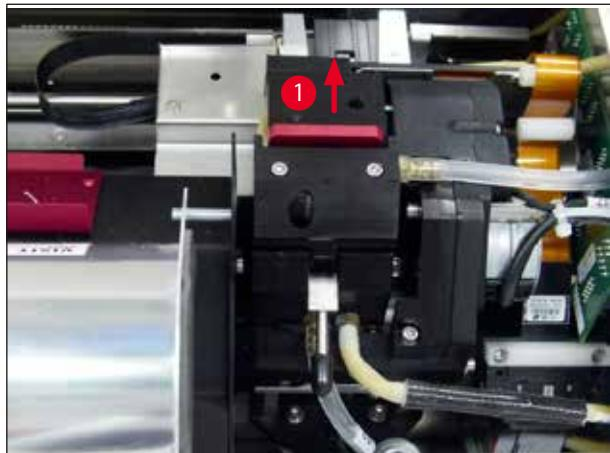

图 52
2. 打印头 (→ "图 52-1") 向上移动到距离密封缘 (→ "图 52") 大约 1cm 的位置。